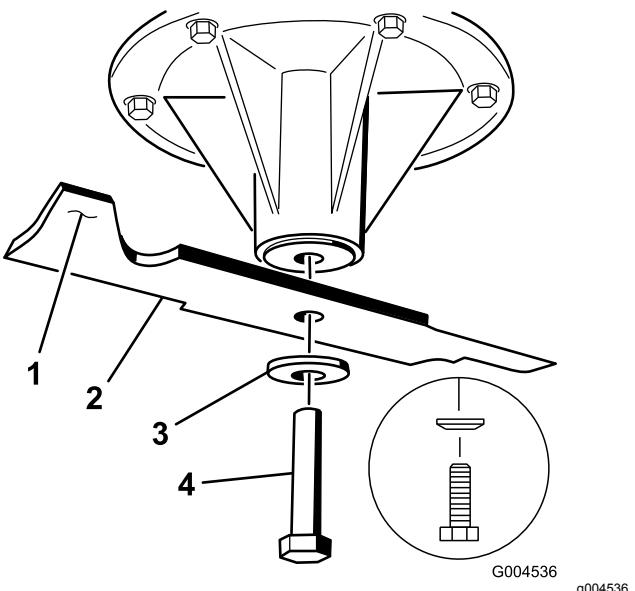

Figure 105
2. Enlevez de l'axe, le boulon, la rondelle bombée et la lame (Figure 105).
3. Si la lame est déséquilibrée, limez un peu l'extrémité de la partie relevée seulement (Figure 105).